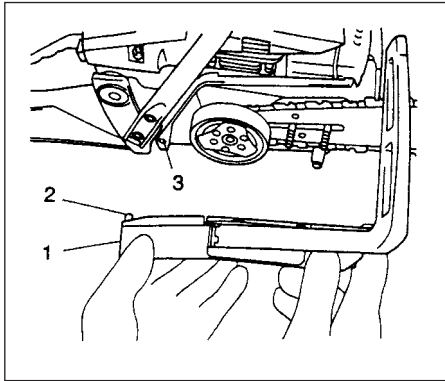
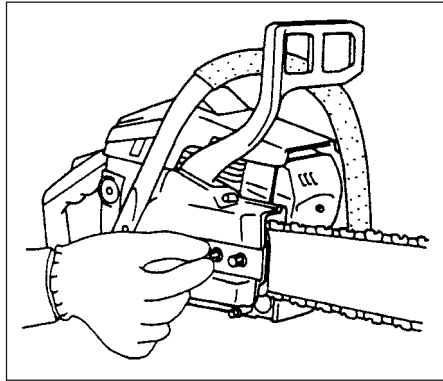

Fig.1-3
Fig.1-3B
4. Monter sidehuset (1) på styrestangens fastspændingsbolte, og sæt placeringspinnen (2) på sidehuset i placeringshullet (3) på enheden. (Fig. 1-3). Spænd så fastspændingsmøtrikkerne med fingrene (Fig. 1-3B)
5. Løft sværdenden og stram kæden (1) ved at dreje spændingsjusteringsbolt (2) med uret. Kontroller den korrekte spænding ved at løfte kædens midte let op, der skal være ca. 0,5-1,0 mm spillerum mellem sværd og kanten på drivledet (3).